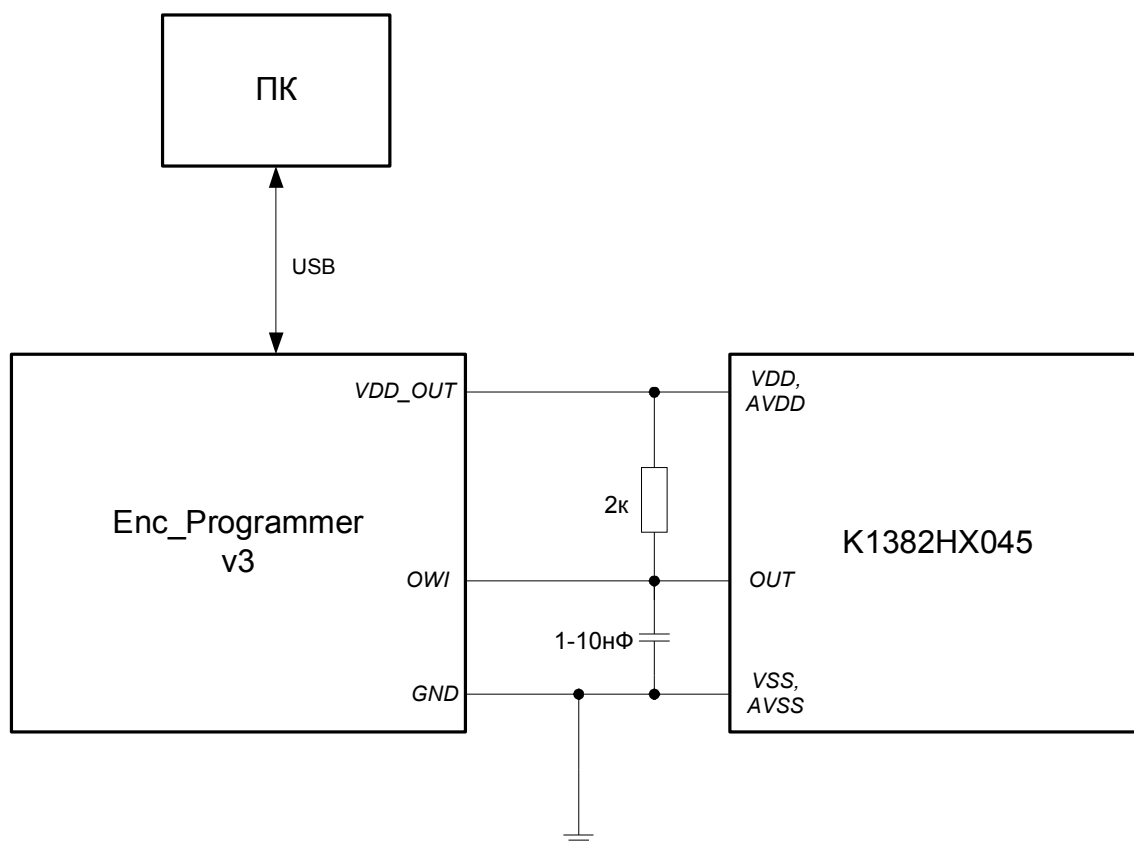
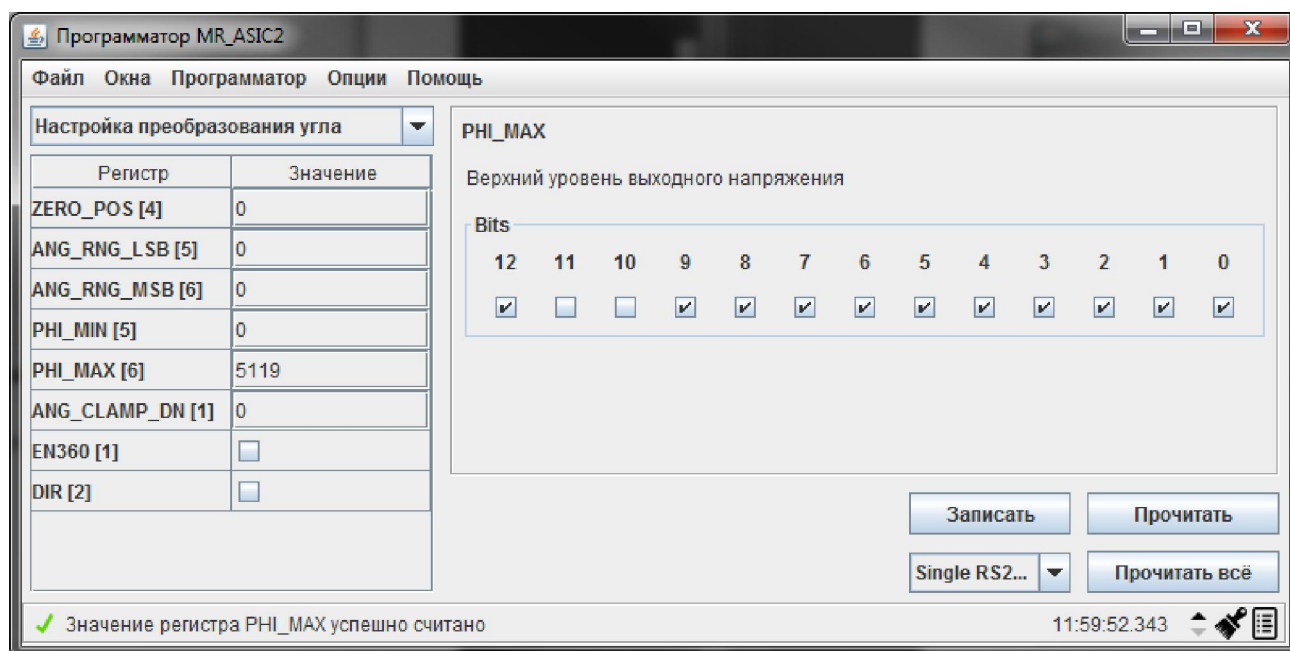

Рис. 1. Подключение микросхемы к программатору Enc\_Programmer по интерфейсу OWI
Рис. 2. Основное окно приложения programmer\_mrasic2
1. Соединить программатор с микросхемой и ПК согласно схеме на рис. 1, дождаться появления программатора в списке подключённых устройств и сообщения о соединении в *статусной строке*, расположенной в нижней части окна приложения (рис. 2).